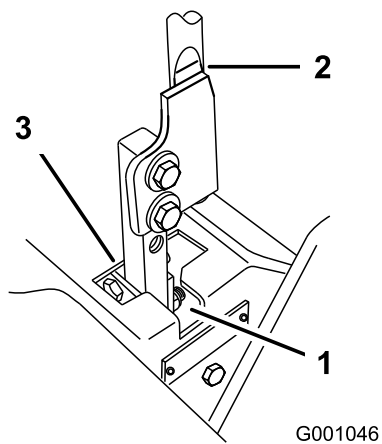

Figura 84
5. Mueva la palanca a la posición de punto muerto, pero no bloqueada (Figura 84).
6. Tire hacia atrás de la palanca hasta que el pasador (en el brazo debajo del eje pivotante) entre en contacto con el extremo de la ranura (empezando justo a tensar el resorte) como se muestra en Figura 84.
7. Compruebe la posición de la palanca de control con relación a la muesca de la consola (Figura 84).